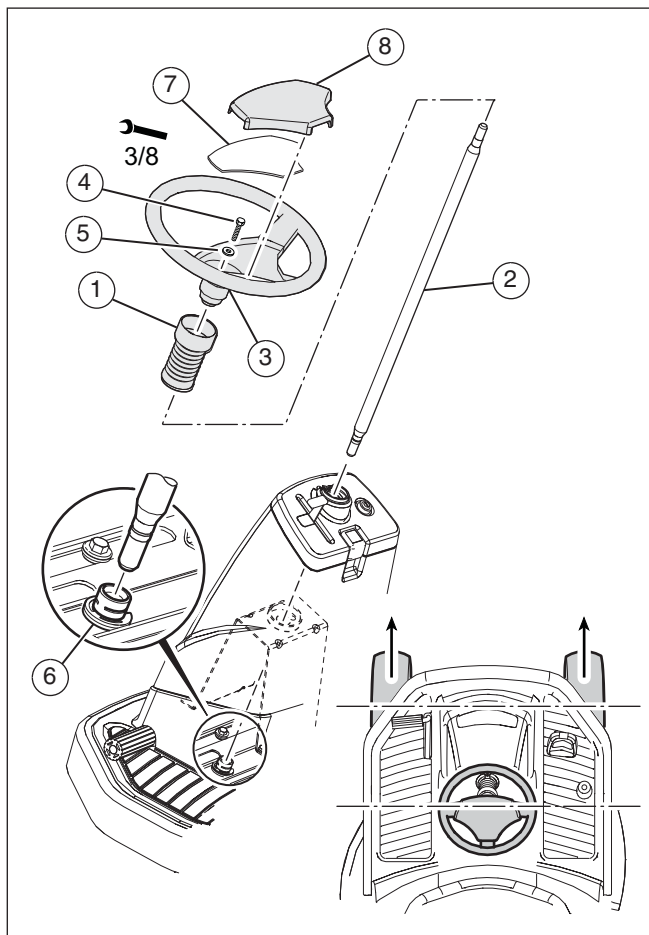

**Figuur 2**
2. Breng het onderstel (1) van de stoel omhoog (zie **Figuur 2**).
3. Breng de gaten in de stoel (2) op een lijn met de gleuven in het stoelonderstel.
4. Installeer de stoel (2) op het stoelonderstel (1) en de verstelhendel (3) met sluitringen (4) en moeren (5).
5. Sluit de draadboom (6) aan op de stoelschakelaar (7) onder de stoel.